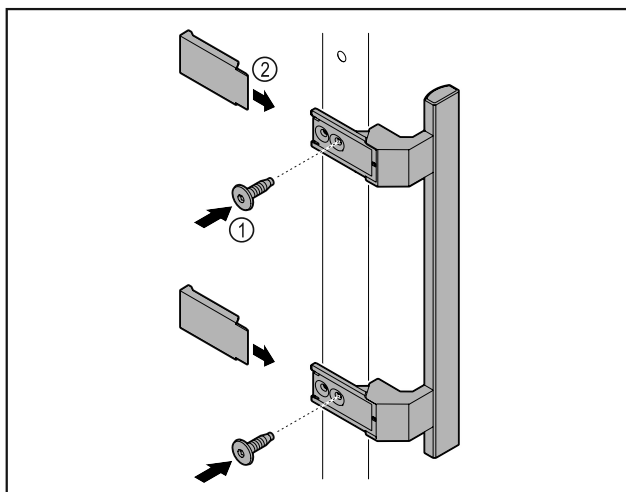

Fig. 8
- Madlo z přiloženého příslušenství upevněte na dveře pomocí přiložených šroubů Fig. 8 (1).
- Nasad'te kryt Fig. 8 (2).